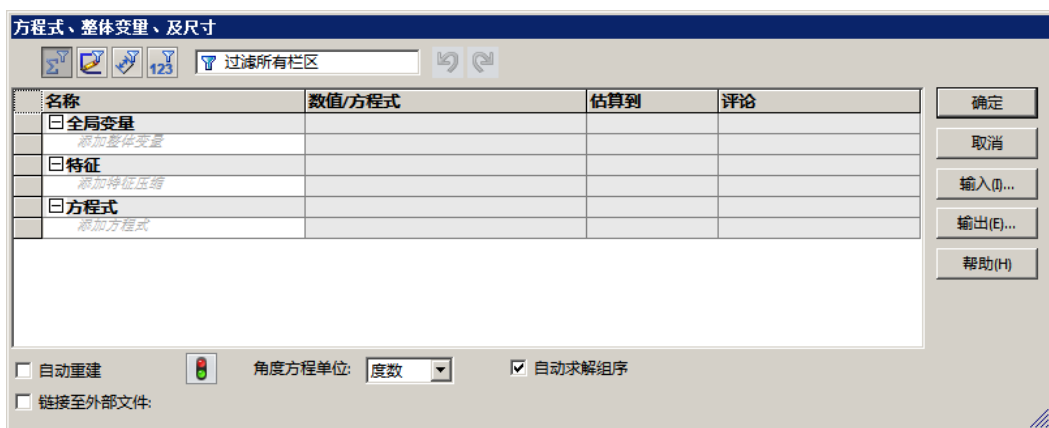

图 11.4.15 “方程式、整体变量、及尺寸”对话框
Step3. 链接数值。用鼠标右键单击设计树中的**注解**，在系统弹出的快捷菜单中单击**显示特征尺寸(C)**选项；选择下拉菜单**工具(T)** → **方程式(E)...**命令，系统弹出“方程式、整体变量、及尺寸”对话框，如图 11.4.15 所示，在“方程式、整体变量、及尺寸”对话框**方程式**的文本框中单击，然后在图形中依次选取“R40”尺寸和“40”尺寸，单击**确定**按钮，完成链接数值。